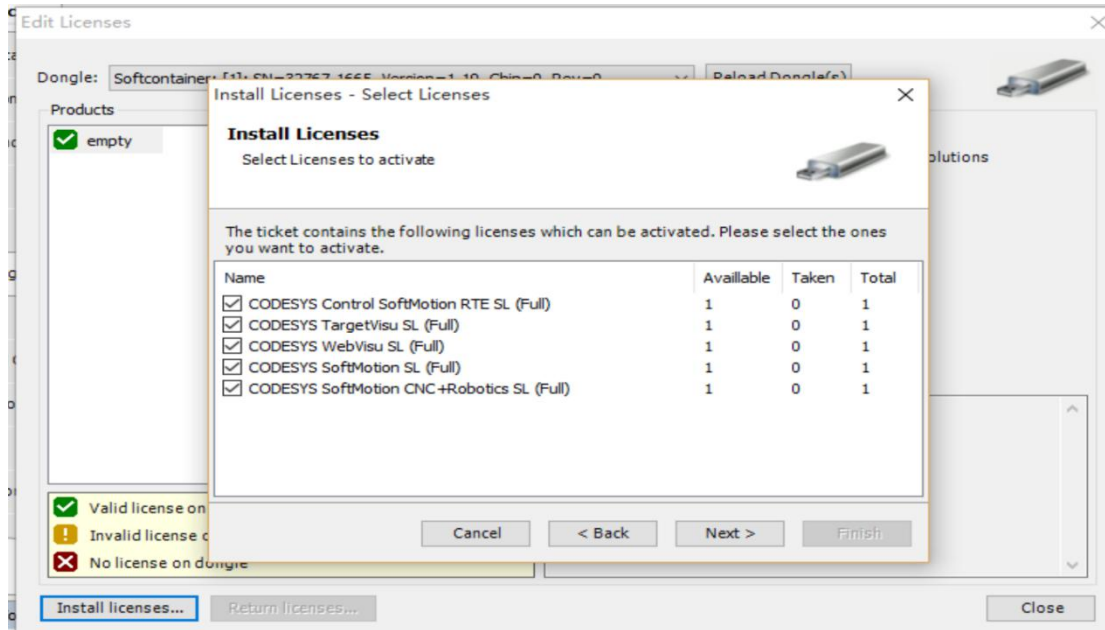

图 2-5-12 RTE 软注册授权页面
6、进入如图 2-5-12 授权面, 请全部勾选 (特殊情况按要求而定);